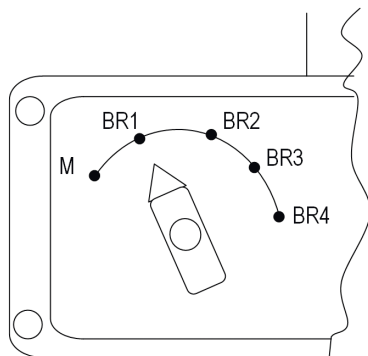

Рис. 2
1.8.1.1 Выберите режим работы положением переключателя режимов работы (Рис. 2).